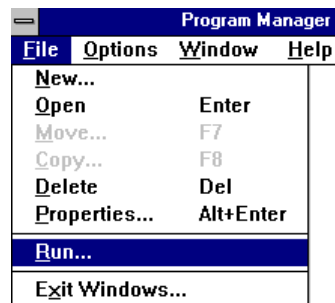
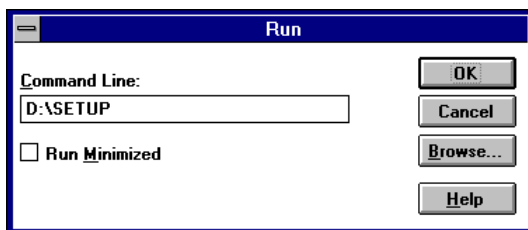
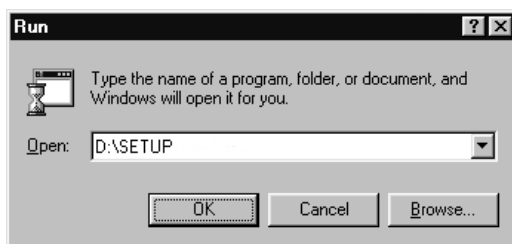
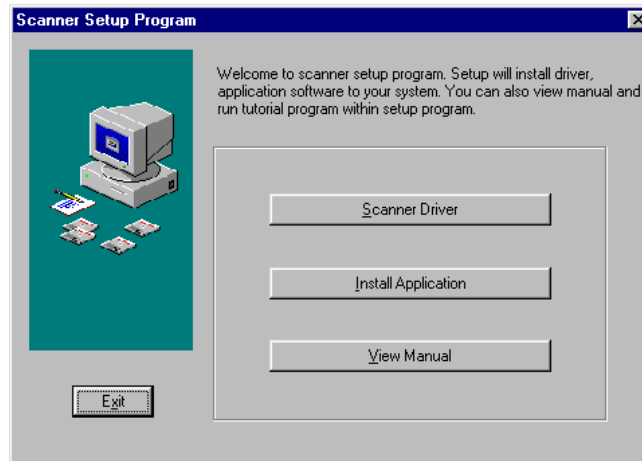

Figure 4 : Installation sous Windows 3.1x
Figure 5 : Lancement de l'installation sous Windows 3.1x
Figure 6 : Lancement du programme d'installation
Figure 7 : Fenêtre principale du programme d'installation
3. Dans le 'Gestionnaire de programmes', sélectionnez 'Exécuter' dans le menu 'Fichier' (figure 4).
4. Tapez [D:\SETUP.EXE] sur la ligne de commande. Cliquez sur 'OK' (figure 5). Le programme d'installation démarre (figure 7).
3. Tapez [D:\SETUP.EXE] sur la ligne de commande et appuyez sur <ENTREE> (figure 6). Le programme d'installation démarre (figure 7)
3. Tapez [D:\SETUP.EXE] sur la ligne de commande et appuyez sur <ENTREE> (figure 6). Le programme d'installation démarre (figure 7).
4. Tapez **[D:\SET-UP.EXE]** dans la ligne de commande. Cliquez ensuite sur 'OK' (figure 4). Au bout de quelques secondes, le programme d'installation démarre (figure 6).
4. Tapez **[D:\SET-UP.EXE]** dans la ligne de commande, puis appuyez sur **<ENTREE>** (figure 5). Au bout de quelques secondes, le programme d'installation démarre (figure 6).
4. Tapez **[D:\SET-UP.EXE]** dans la ligne de commande. Cliquez sur 'OK' (figure 4). Au bout de quelques secondes, le programme d'installation démarre (figure 6).